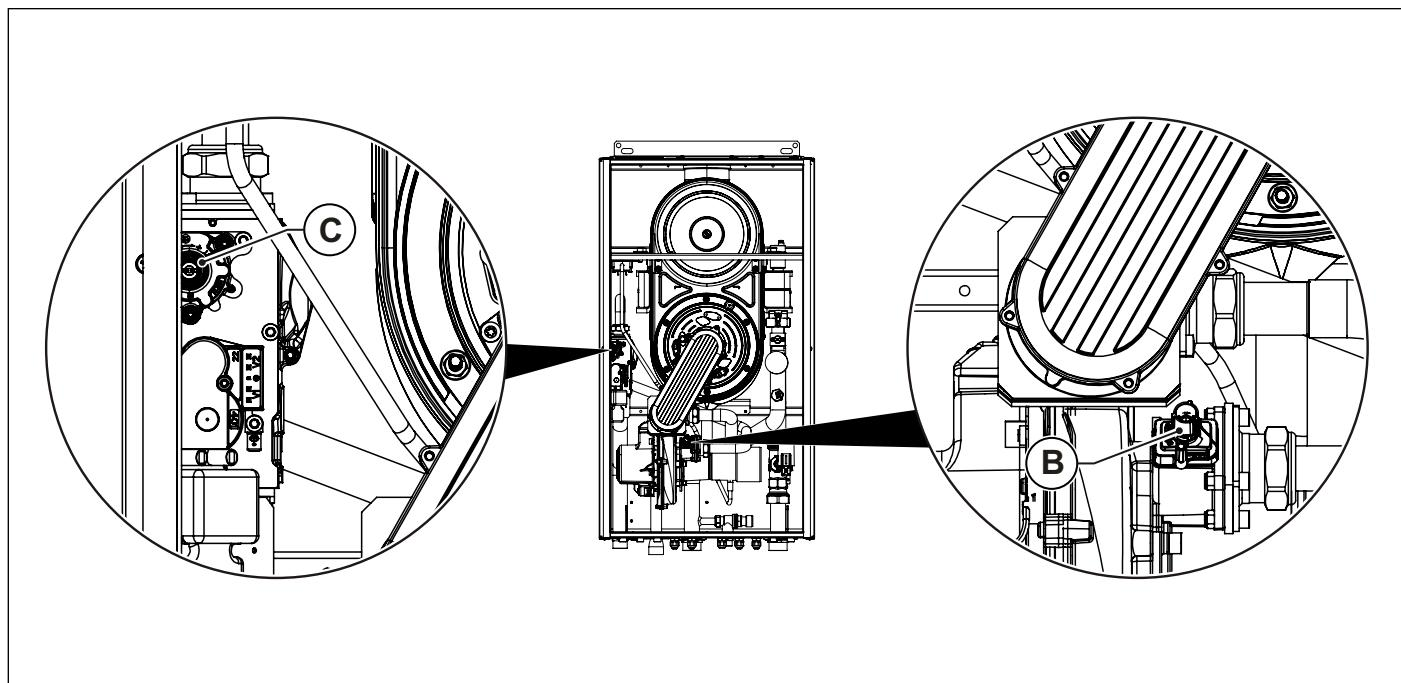

Рис. 31 Регулювання концентрації вуглекислого газу
- Відрегулюйте рівень вмісту вуглекислого газу (CO2) в димових газах за допомогою відповідного регулятора **B** (дивись Рис. 31 Регулювання концентрації вуглекислого газу) та переконатися, що його значення знаходитьться у межах, вказаних в Таб. 1 Дані налаштування.
- Відрегулюйте рівень вмісту вуглекислого газу (CO2) в димових газах, обертаючи гвинт «offset» **C** (дивись Рис. 31 Регулювання концентрації вуглекислого газу) та переконатися, що його значення знаходитьться у межах, вказаних в Таб. 1 Дані налаштування.